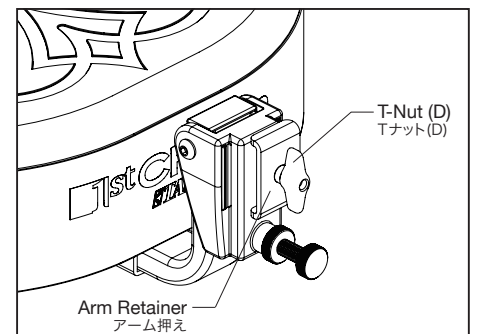
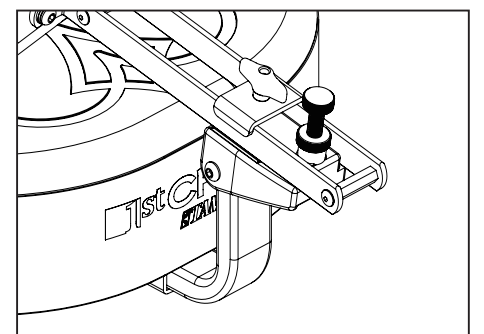

Fig.10 (図10)
Fig.12 (図12)
- Sandwich the included reinforcement plate between the seat bracket and the seat, then secure the seat bracket, with 4 screws (Fig.12).
- Loosen the T-nut (D), and align the arm retainer as shown in Fig.10.
- Before storing, loosen the T-nut (D) and turn the arm retainer as shown in Fig.10 to remove the Backrest. Also you can fold the backrest onto the seat without removing (Fig.12).
- Tナット(D)を緩め、アーム押えを図10の向きに合わせてください。
- 収納時にはTナット(D)を緩め、アーム押えを図10の向きに戻せばバックレストのみを取り外す事が出来ます。また、収納時に図12のようにバックレストがシートに重なるように折り畳む事も出来ます。